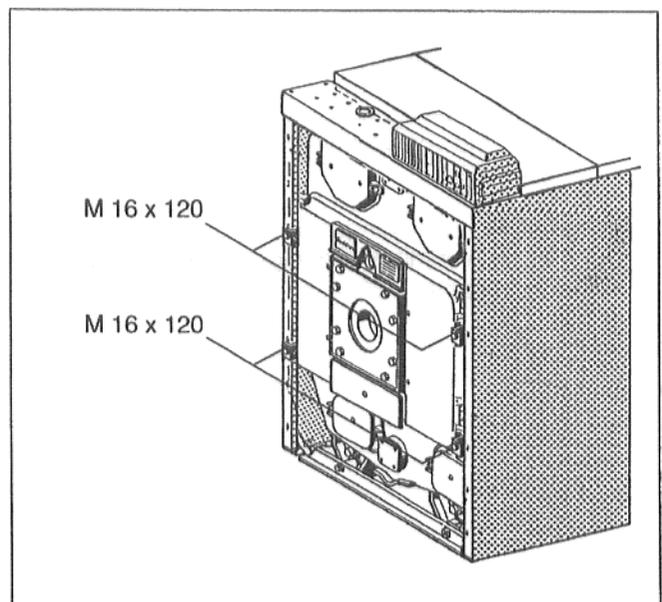

Abb. 60
- Die vier Maschinenschrauben M 16 x 120 an der Brennergür lösen (Abb. 60).